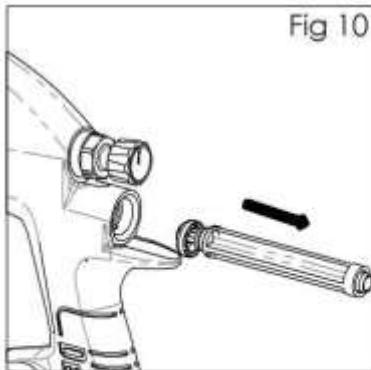

Fig 10
8. Снимите седло клапана (19) с корпуса краскораспылителя. (См. рис. 10.)